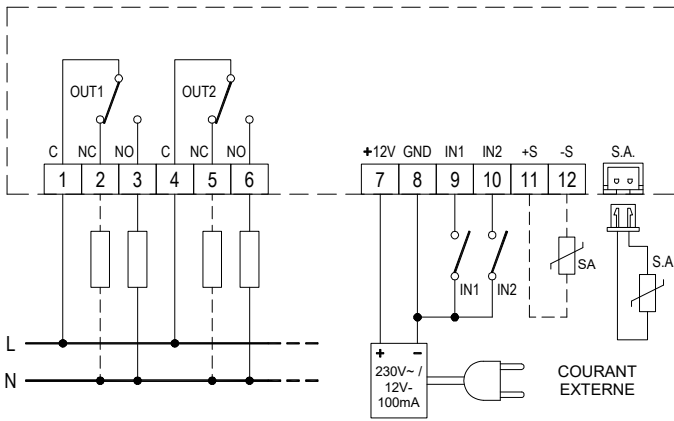

Fig. 7: Schéma de connexion.
- 5 Faire les connexions électriques selon le schéma de connexion le plus approprié (voir Fig. 7 - 8 et le paragraphe "connexions électriques").
Suivre le schéma de connexion reporté en Fig. 7.
Pour relever la température ambiante, il faut connecter une sonde externe au connecteur "SA" (Fig. 7) ou bien connecter 2 fils aux borniers 11 et 12.